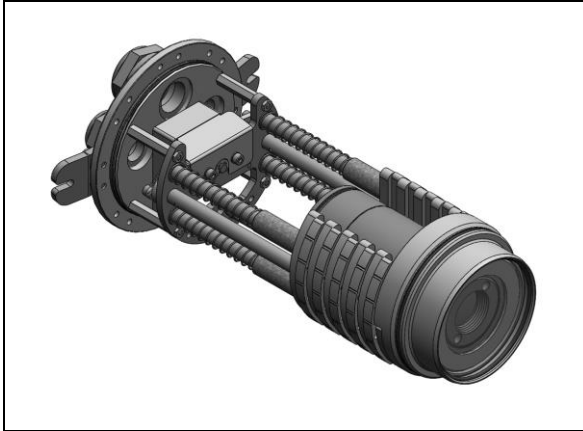

Abbildung 36: Frontaufsatz mit Pyrometer im Chassis
1. Montieren Sie das Videopyrometer oder Infrarot-Thermometer über das Gewinde (M48x1.5) in den Frontaufsatz (siehe **Abbildung 20**) und setzen diesen zusammen mit dem Gerät in das Chassis (**Abbildung 36**).